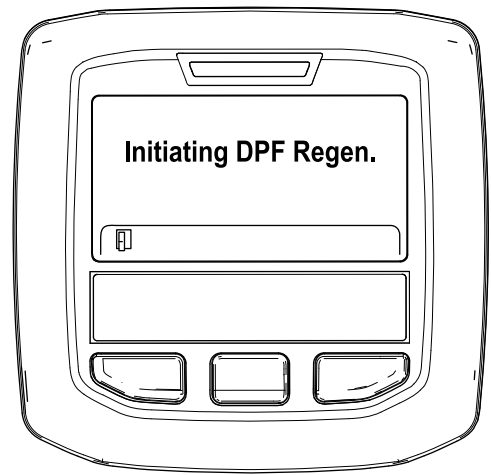

Figura 49
- A. Surge a mensagem "Initiating DPF Regen. (A iniciar Regen. DPF.) (Figura 49).